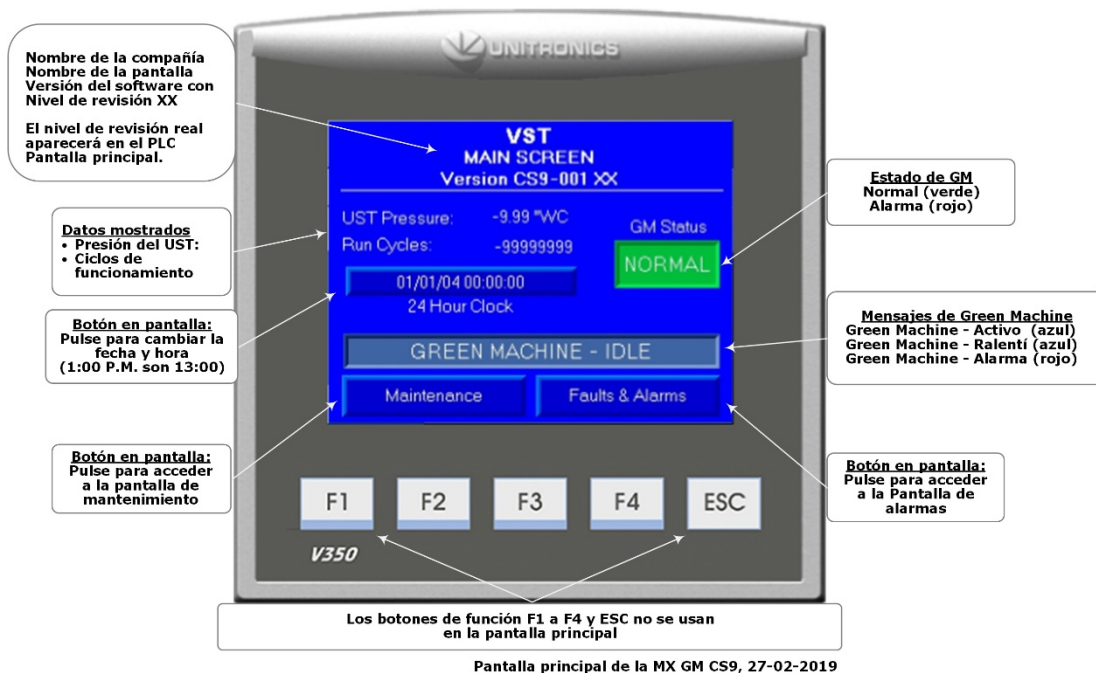

Figura 7-1: Pantalla principal del PLC de VST sin alarmas
1. En la pantalla principal del panel de control de VST, verifique que no haya alarmas. **Vea la Figura 7-1.**